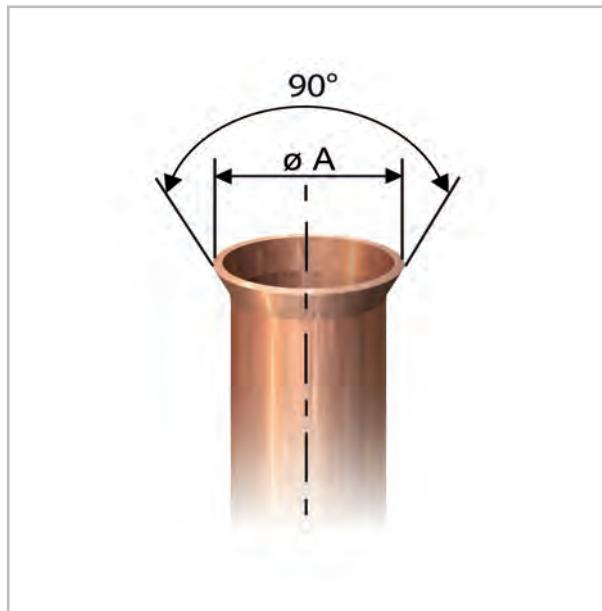

Abb. 30: Korrekte Bördelform
- 9.** Überprüfen Sie, ob der Bördel eine korrekte Form aufweist (Abb. 30).